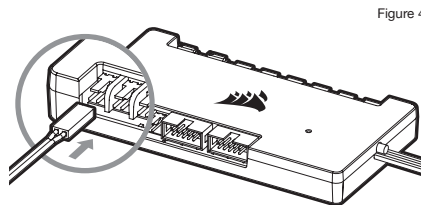

Figure 4
5. Schließen Sie den Temperatursensor des XD5 RGB an den Temperaturport #1 auf Ihrem CORSAIR iCUE Commander PRO an (Abbildung 4).